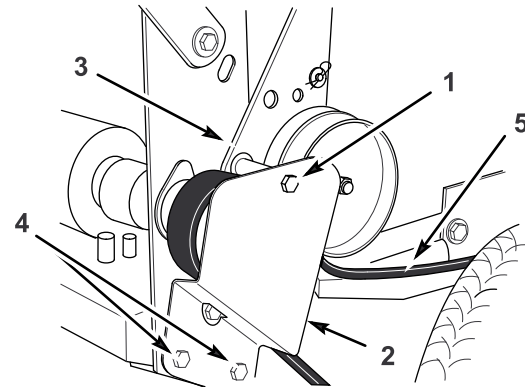

Figura 48
1. Retire el perno superior que fija los soportes de la polea tensora al bastidor trasero (Figura 48).
2. Afloje los 2 tornillos de montaje inferiores según sea necesario para que la correa pueda pasar entre la polea de transmisión y el soporte de la polea tensora (Figura 48).
5. Coloque el perno superior que fija los soportes de la polea tensora al bastidor trasero (Figura 48).
6. Apriete los 2 tornillos de montaje inferiores según sea necesario para que la correa pueda pasar entre la polea de transmisión y el soporte de la polea tensora (Figura 48).